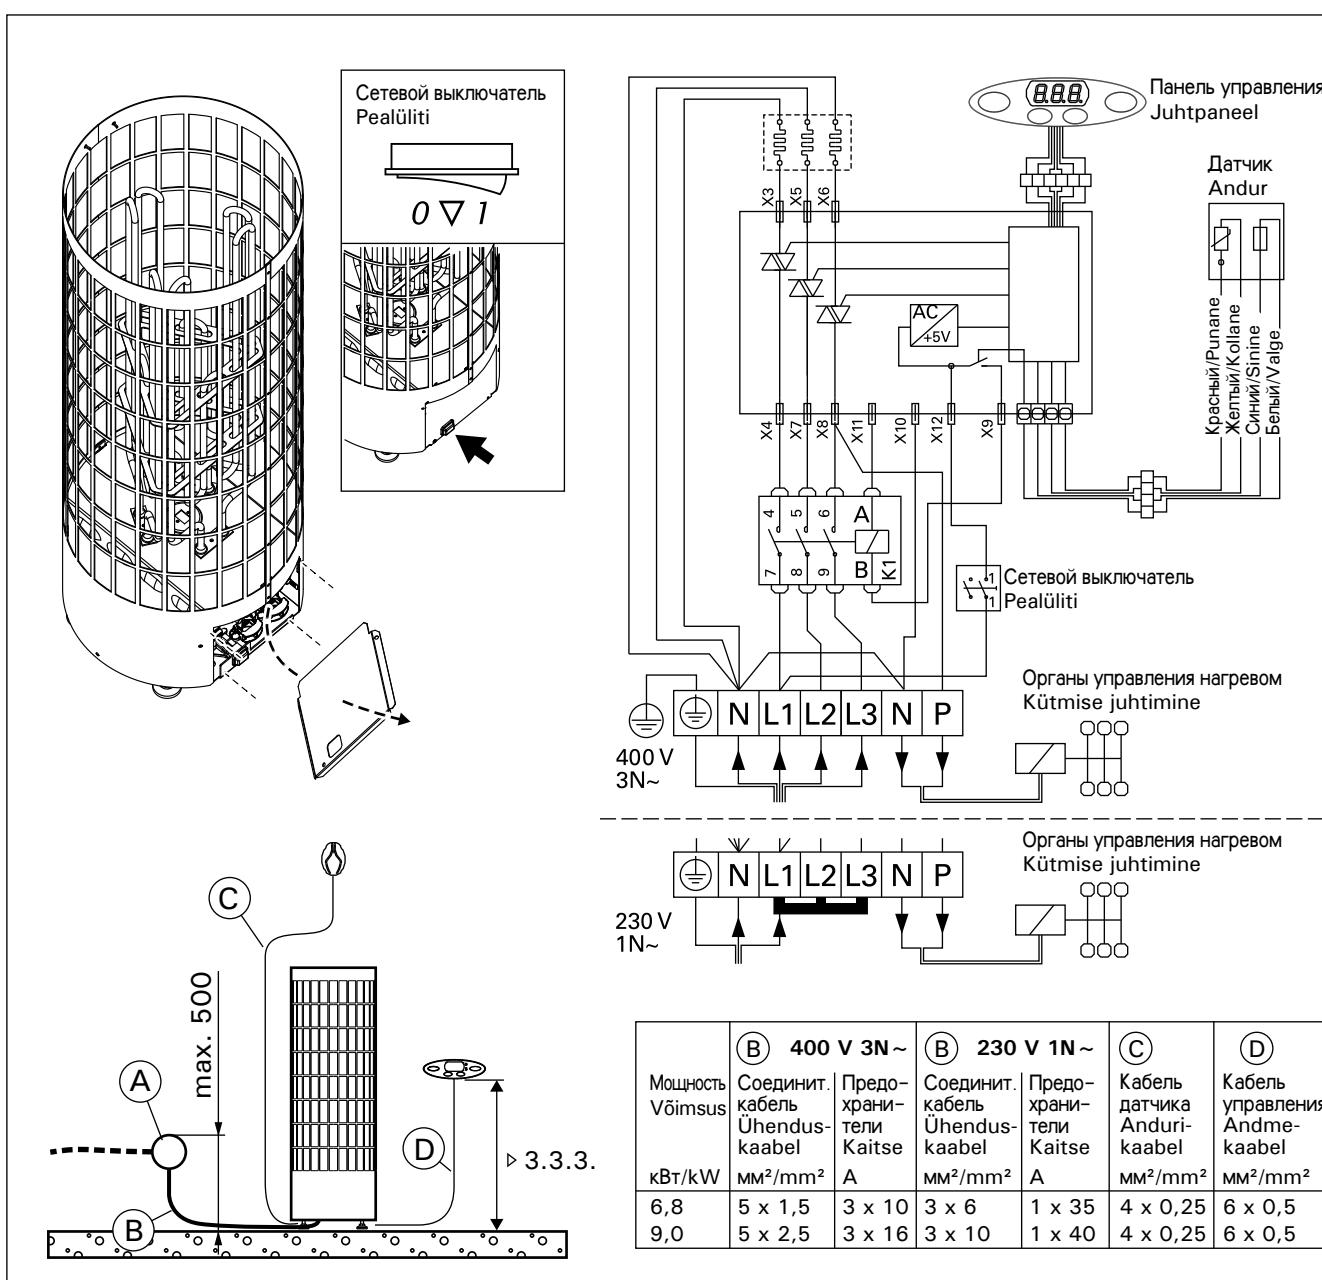

Рисунок 7. Электромонтаж
- Каменка гибким проводом подсоединяется к соединительной коробке (рис. 7: A) на стене сауны. Соединительная коробка должна быть брызгозащищенной и находиться на расстоянии не более 500 мм от пола.
- В качестве кабеля (рис. 7: B) следует использовать резиновый кабель типа HO7RN-F или подобный.
- Кроме клемм питания каменки оснащены также клеммой (P), которая делает возможным управление электрическим нагревом (рис. 7). Управляющее напряжение передается от каменки, когда она включена. Кабель управления электронагревом подводят прямо к соединительной коробке каменки и дальше с помощью резинового кабеля, равного по сечению соединительному кабелю, к клеммнику.
Закрепите панель управления следующим образом (см. рис. 7):
- Вставьте свободный конец кабель управления в разъем нагревателя по принципу цветового соответствия (рис. 7: C).